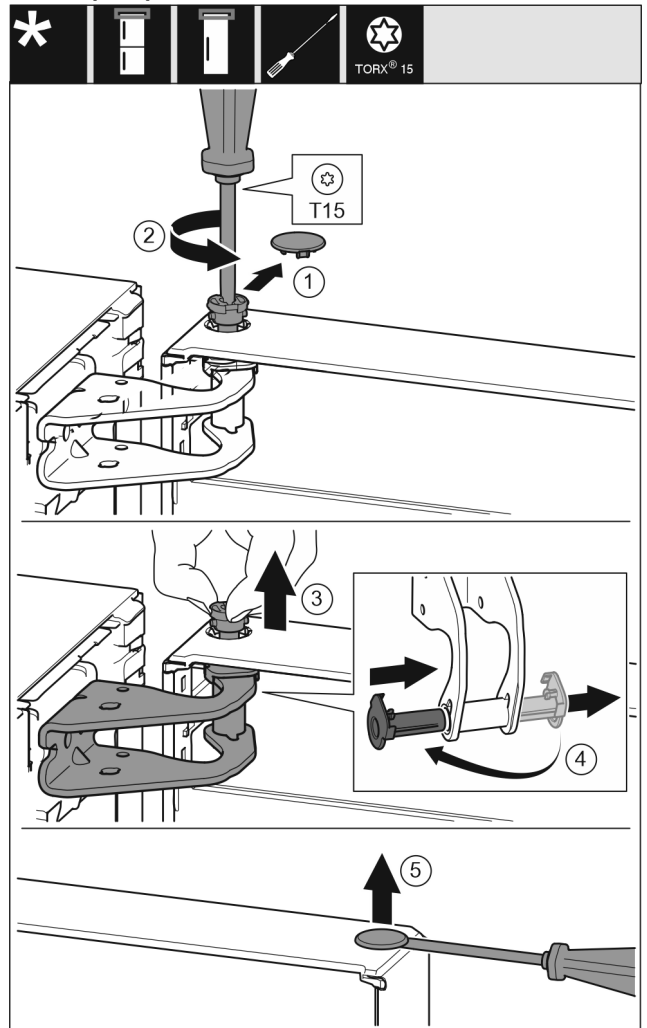

Fig. 9
▶ Обережно зніміть запобіжну кришку. Fig. 9 (1)
▶ Трохи викрутіть гвинт за допомогою викрутки T15. Fig. 9 (2)
▶ Притримуйте дверцята і витягніть палець руками. Fig. 9 (3)
▶ Витягніть із напрямної опорну втулку. Встановіть і зафіксуйте з іншого боку. Fig. 9 (4)
▶ За допомогою шлицевої викрутки обережно підійміть пробку із опорного втулка дверцят та витягніть її. Fig. 9 (5)